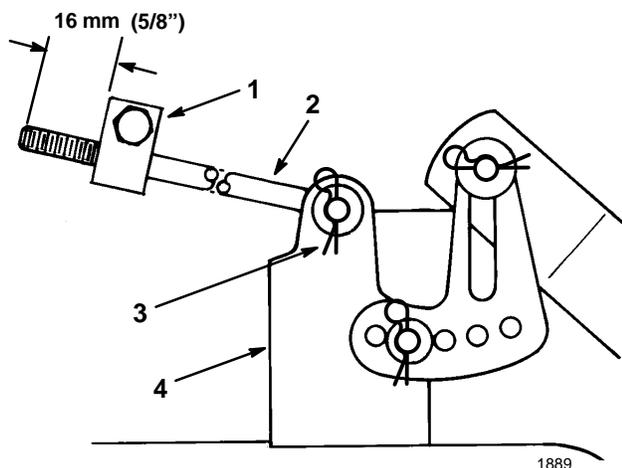

Figure 51
5. Mesurer la longueur de tige qui dépasse de l'avant du bloc de réglage sur les côtés du châssis (Fig. 51). Si cette longueur n'est pas de 16 mm (5/8"), retirer la goupille épingle et la rondelle de l'extrémité de la tige (Fig. 51), et visser ou dévisser la tringle jusqu'à obtenir la longueur de 16 mm (5/8") requise. Introduire alors l'extrémité de la tige dans le support du plateau et le fixer à l'aide de la rondelle et de la goupille épingle. Répéter ces opérations de l'autre côté de la tondeuse.